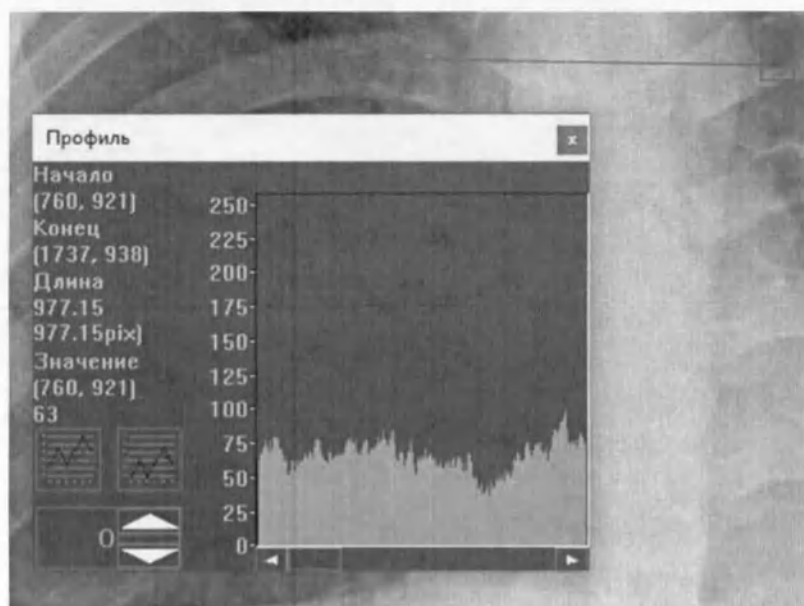

Рис. 96 Внешний вид окна "Профиль"
- На экране отобразится окно «Профиль» (Рис. 96 Внешний вид окна "Профиль")